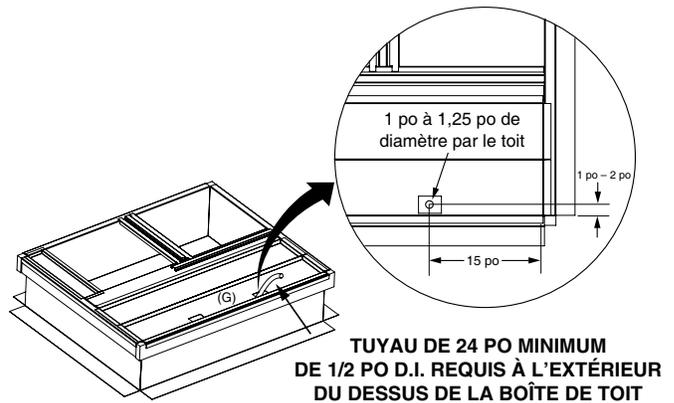
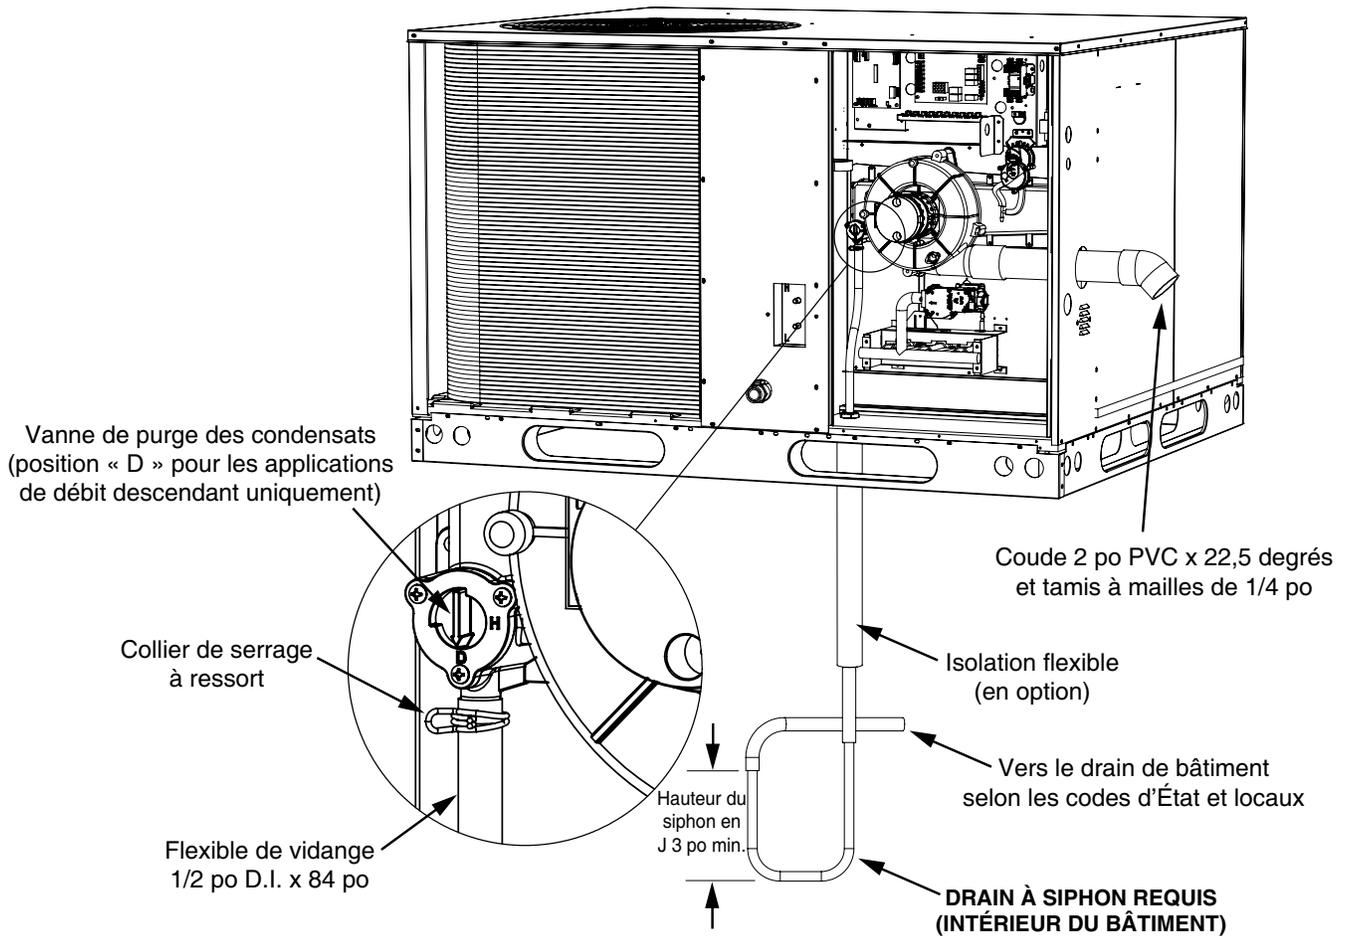

Figure 23. Boîte de toit pour les appareils de 2 à 5 tonnes
Figure 24. Élimination du condensat
La fosse verticale doit avoir un diamètre d'environ 12 po-14 po (ou plus) pour l'installation de la base de roche et du système de tuyauterie verticale afin de permettre une vidange appropriée avec une profondeur de 4 po-6 po en dessous de la ligne de gel régionale, si possible. Voyez la Figure 23 \(page 46\).
8. Collez ou utilisez deux vis de 1/2 po de longueur (fournies sur place) pour fixer le raccord en T en PVC de 2 po au tuyau d'aération horizontal de l'unité. Voir la jonction A à la Figure 23. **REMARQUE :** La fixation du raccord en T sur le tuyau de ventilation horizontal à l'aide de vis de 1/2 po facilite le démontage pour un nettoyage ou une inspection ultérieurs du système de vidange/ventilation.
3. Mesurez et coupez une section de PVC de 2 po qui s'étend verticalement depuis le bas du raccord de vidange de 3/4 po au bas du raccord en T jusqu'à l'ensemble coude/réducteur de 2 po reposant sur la base rocheuse, comme illustré à la Figure 24 \(page 48\).
11. Collez ou utilisez deux vis de 1/2 po de longueur (fournies sur place) pour fixer le raccord en T en PVC de 2 po au tuyau d'aération horizontal de l'unité. Voir la jonction A à la Figure 24. **REMARQUE :** La fixation du raccord en T sur le tuyau de ventilation horizontal à l'aide de vis de 1/2 po facilite le démontage pour un nettoyage ou une inspection ultérieurs du système de vidange/ventilation.
5. Cimentez ou fixez mécaniquement l'ensemble (avec des vis de 1/2 po de longueur) dans la partie supérieure du raccord en T. Vérifiez que la prise est perpendiculaire à l'unité. Voir la jonction B à la Figure 23 et la Figure 24.
- La trousse d'aération et de vidange des condensats Nortek n° 922485 est configurée pour installer la conduite de vidange des condensats de l'échangeur thermique directement à travers le toit. Il est recommandé de percer un trou de 1 po à 1,25 po de diamètre à travers le toit, sous l'ouverture rectangulaire située dans le panneau de fermeture extérieure (G), environ 15 po devant le côté court du rebord et de 1 po à 2 po du côté long de la boîte. Voyez la **Figure 23**.
- Si le perçage d'un trou n'est pas possible, vous pouvez acheminer le boyau d'évacuation du condensat vers l'ouverture du conduit en assurant une pente suffisante, pourvu que le boyau d'évacuation soit fixé au rebord et au conduit afin de prévenir la formation de nœuds ou de pièges entre la boîte de collecte du condensat et l'intérieur du bâtiment. Laissez le conduit d'évacuation du condensat dépasser d'au moins 24 po du panneau de fermeture avant du rebord du toit (G) pour permettre son passage à travers le fond de l'appareil et sa connexion au drain de l'appareil au moment de son installation. Voyez la **Figure 23**. Scellez l'ouverture du toit selon les besoins
Avant de soulever et de mettre l'unité en place, le petit morceau de conduite de vidange installé en usine, situé à côté de la section du brûleur de l'unité, doit être retiré de la vanne de purge du boîtier collecteur de l'échangeur thermique pour permettre le passage de la conduite de vidange des condensats installée avec la boîte de toit. La vanne de purge des condensats se trouve dans le coin inférieur gauche du boîtier collecteur de l'échangeur thermique. Voyez la Figure 24 \(page 48\). Déposez la conduite de vidange et le passe-câble en caoutchouc situés dans le carter inférieur de l'unité; mettez le passe-câble en caoutchouc de côté pour une utilisation ultérieure.
Pour les applications de débit descendant, la position réglée en usine de la vanne de purge des condensats doit être changée de la position horizontale (H) à la position de débit descendant (D). La vanne de purge des condensats se trouve dans le coin inférieur gauche du boîtier collecteur de l'échangeur thermique, à gauche du moteur de l'inducteur. Voyez la Figure 24. Faites tourner avec précaution la vanne de 90 degrés dans le sens des aiguilles d'une montre jusqu'à ce que la flèche soit orientée verticalement vers le bas.
- Pour les installations où le dégagement nécessaire au siphon en J est limité (comme un comble, où le siphon peut être installé entre des solives de plafond), il est possible de raccourcir les deux côtés du siphon en J jusqu'à un minimum de 3 pouces. Voyez la Figure 24 \(page 48\).